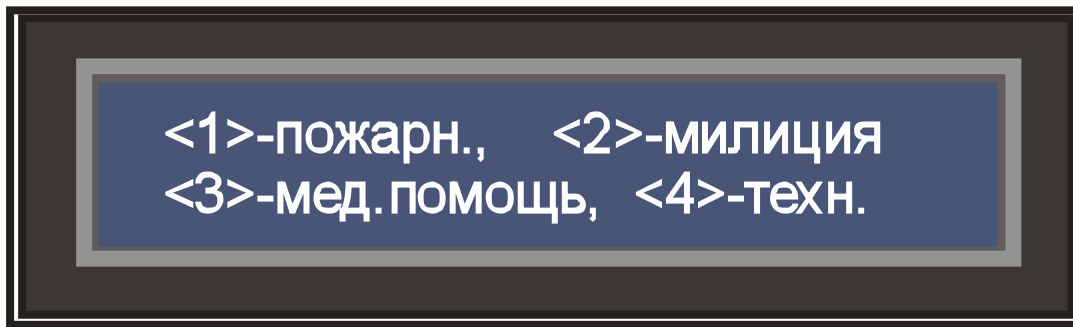

Рисунок 5 – Меню вызова
- 3) Нажать клавишу **“#”** на ВПУ - активизируется меню **<вызов>** (рисунок 5).